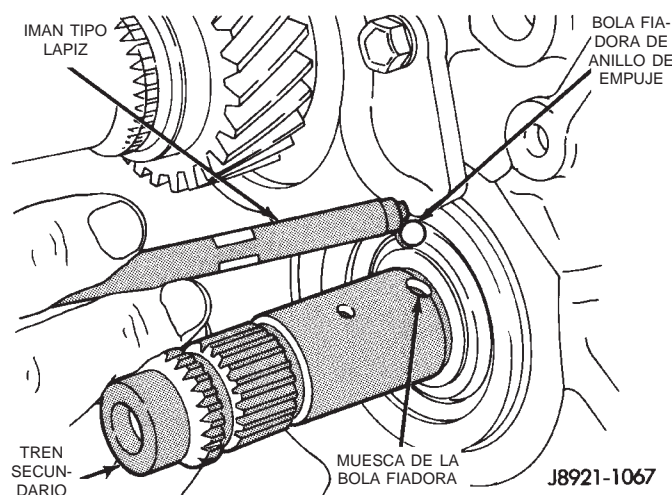

Fig. 95 Instalación de bola fiadora de anillo de empuje de engranaje de quinta velocidad
(26) Instale la bola fiadora del anillo de empuje del engranaje de quinta velocidad dentro del árbol intermedio (Fig. 95).